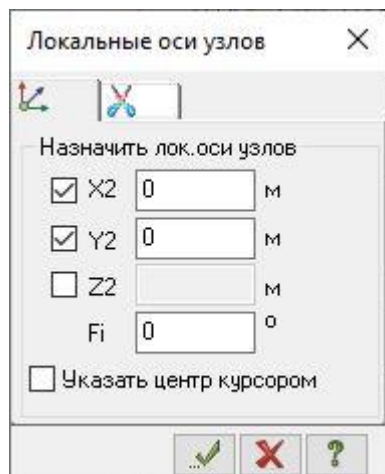

Рис.6.6. Диалоговое окно **Локальные оси узлов**
- Щелчком по кнопке  – **Локальные оси узлов** (панель **Редактирование узлов** на контекстной вкладке **Узлы**) вызовите диалоговое окно **Локальные оси узлов** (рис.6.6).